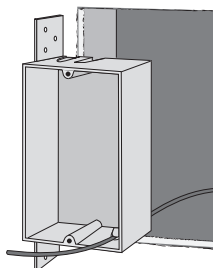

figura 11
1. Introduzca el cable de bajo voltaje en la caja de montaje a través de uno de los huecos indicados y fije la caja en el emplazamiento determinado en la pared (**figura 11**).